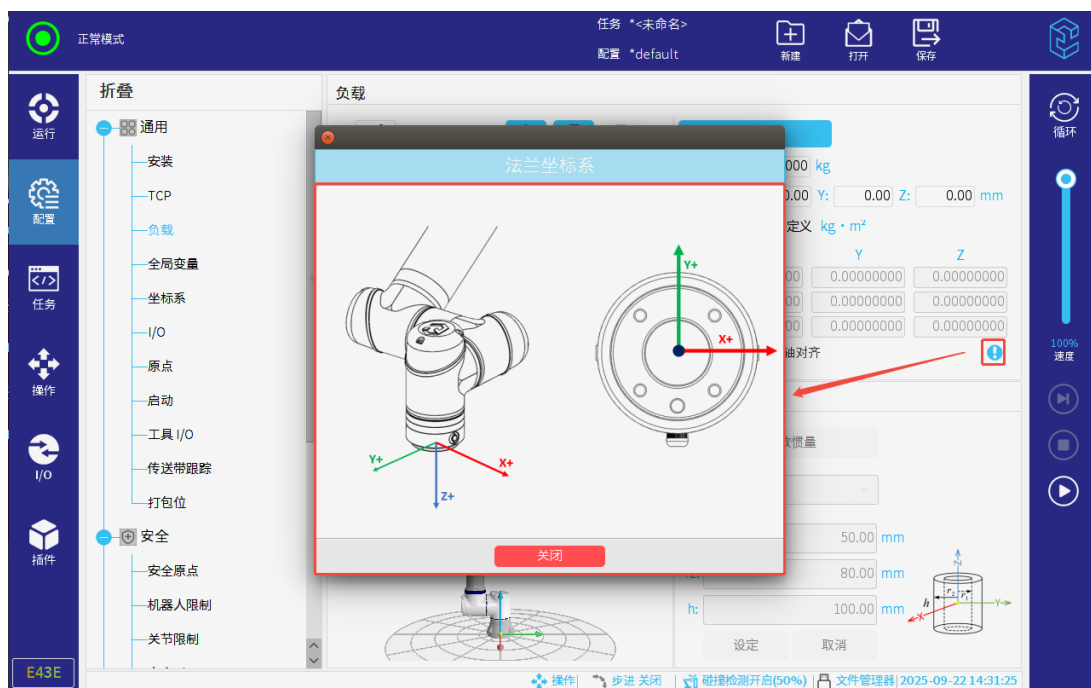

图 3-42: 法兰坐标系方向
- 设置重心参数时，其 XYZ 三轴的参数需与工具法兰轴对齐。点击右侧的  ，可参考法兰坐标系的方向，如图 3-42 所示。